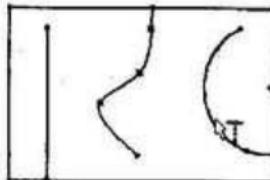

图 2-27 延伸草图实体图形
- (5) 再次单击草图工具栏中的■（延伸实体）工具，移动鼠标指针到草图2的任意线上，此时系统将会显示延伸的线段（红色）。注意：虽然是同一条线段，但是会因为指针的位置不同而显示不同的结果。当看到满意的延伸结果时，就可以单击鼠标左键确定线段的延伸，如图 2-27 所示。